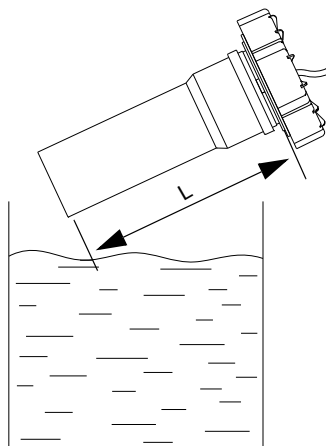

Рис. 20 Длина пьезоэлектрического датчика
4. Введите длину [L] (мм) трубки согласно перечню, приведенному ниже, и нажмите "ОК". См. рис. 20.